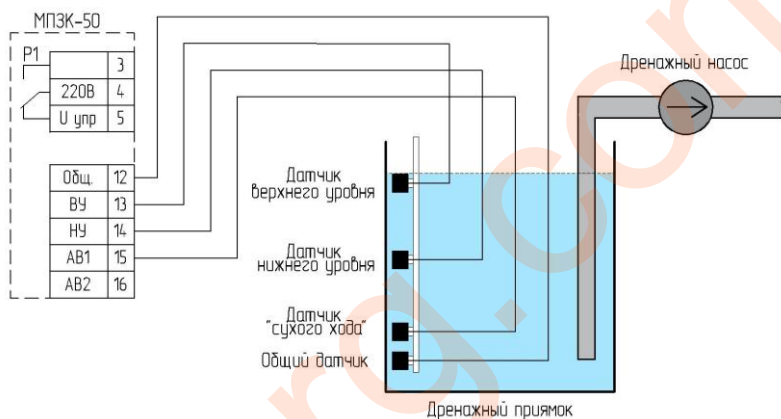

Рис.6 Включение электродвигателя в режиме работы «дренаж»
- 1) при заполнении дренажного приемка жидкостью до датчика верхнего уровня происходит автоматическое включение электродвигателя насоса (Рис.6);